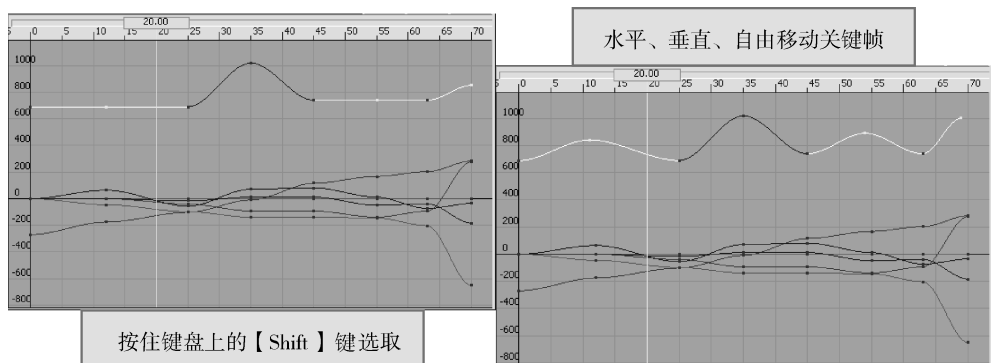

图 7-34 移动关键帧
- 07 按下键盘上的**【Shift】**键, 可以同时选取多个关键帧进行移动变换, 如图 7-34 所示。